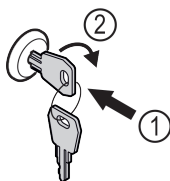

Fig. 82 Representación a modo de ejemplo
- ▶ Introducir la llave Fig. 82 (1).
- ▶ Girar la llave 90° en sentido horario Fig. 82 (2).